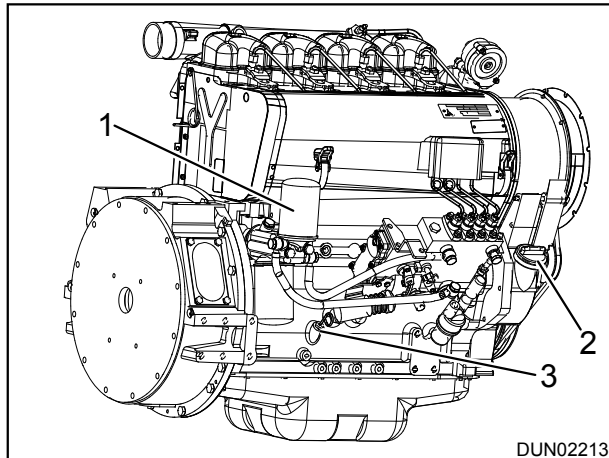

Figure 9.5 - Vuldop motorolie
3. Verwijder de peilstok uit de motor en reinig. Steek de peilstok (item 3) weer helemaal in de olietank, zie afb. 9.5.
4. Verwijder de peilstok opnieuw en controleer of het oliepeil tussen min. en max. in ligt. Als het peil onder de minimummarkering ligt, moet er olie via de vuldop worden bijgevuld (item 2), zie afb. 9.5.